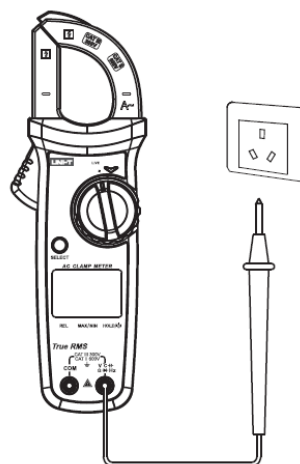

Fig. 6b
9. Detectarea firului de fază / nul (numai pentru UT202A+) (vezi fig. 6b)